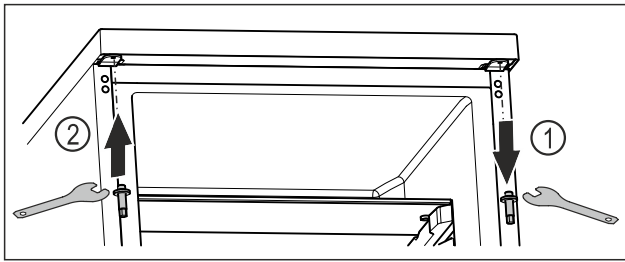

Fig. 20
- ▶ Oberen Bolzen mit Außensechskantschlüssel herausdrehen. *Fig. 20 (1)*
- ▶ Bolzen auf der Gegenseite mit Außensechskantschlüssel festschrauben. *Fig. 20 (2)*